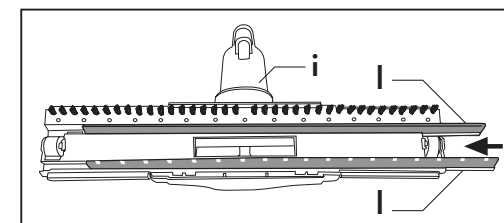

Fig. 8
- les châssis-brosse (l) sont indiqués pour nettoyer les moquettes, les tapis, etc. et doivent être montés sur la brosse (i) Fig. 8